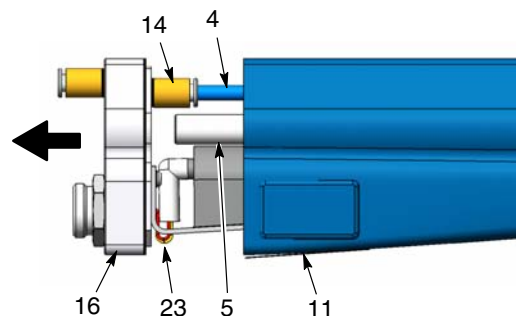

Figura 25 Puxar o poço de calor para fora do alojamento
6. Consulte a figura 25. Puxe o poço de calor (16) para fora do alojamento (11) e desligue o tubo de ar (4) do conector (14).
5. Consulte a figura 25. Ligue o tubo de ar (4) ao conector (14), depois empurre o poço de calor (16) contra o alojamento, enquanto que enfia o tubo de pó (5) através do poço de calor. Certifique-se de que os fios da cablagem (23) não estão entalados entre o alojamento (11) e o poço de calor.